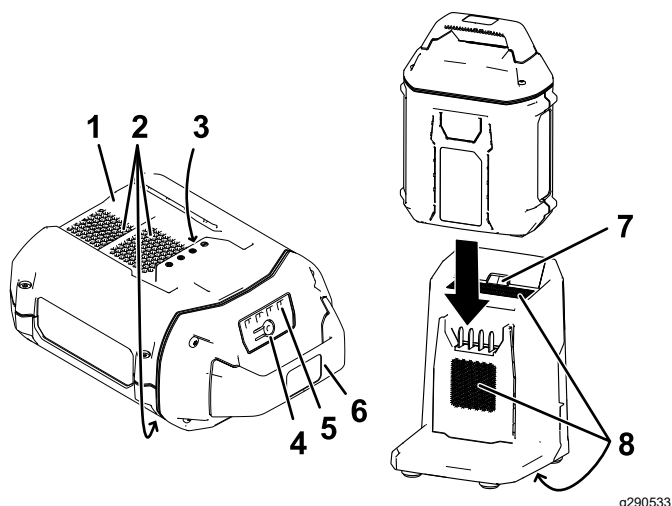

Figura 26
2. Alinhe a cavity na bateria (Figura 26) com o ressalto no carregador.
3. Deslize a bateria para o carregador até que fique totalmente encaixada (Figura 26).